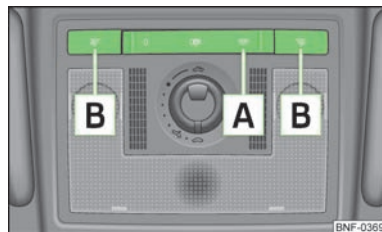

Fig. 26
- Pressione o interruptor **A** » Fig. 26 para a posição .
- Pressione o interruptor **A** » Fig. 26 para a posição **O**.
- Pressione o interruptor **A** » Fig. 26 para a posição central (horizontal) .
► Pressione os interruptores **B** » Fig. 26 para ligar ou desligar as luzes de leitura. ■